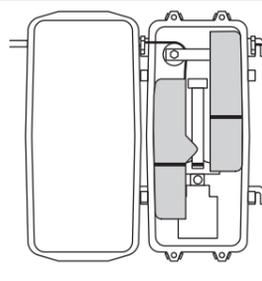

Fig. 2
- Montar à mão o(s) contra-peso(s) do aparelho, fixando-os em posição alta. Repetir a operação com o outro contra-peso no interruptor XY2-CB3●/304. (Fig. 2).
- Dra upp motvikten (motvikterna) manuellt och haka fast den (dem) i det övre läget. Upprepa förfarandet med den andra motvikten på XY2-CB3●/304 (Fig. 2).
- Trek het/de tegengewicht(en) met de hand omhoog en haak ze vast in de bovenste positie. Herhaal deze stap met het andere tegengewicht in XY2-CB3●/304. (Fig. 2).